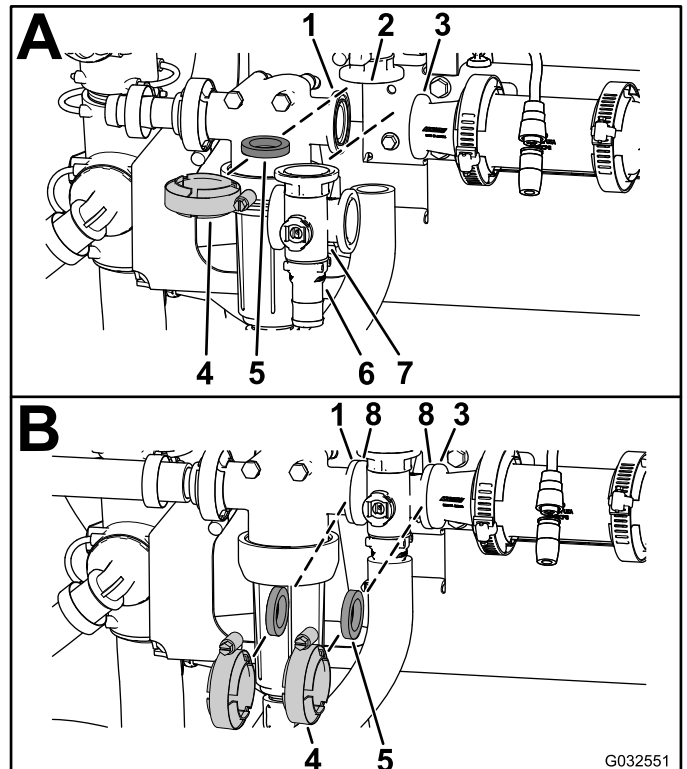

Figura 109
1. Alinhe a flange da válvula de distribuição da agitação, uma junta e a flange da união do tampão do coletor da válvula de agitação (A de **Figura 109**).
2. Monte a válvula de distribuição da agitação, junta e coletor da válvula de agitação com uma abraçadeira bem apertada à mão (A de **Figura 109**).
3. Prenda o conector rápido à união de distribuição ao inserir uma fixação na tomada da união da distribuição (A de **Figura 109**).
4. Alinhe uma junta entre as flanges da cabeça do filtro de pressão e o coletor da válvula de agitação (B de **Figura 109**).
5. Monte a cabeça do filtro de pressão, junta e coletor da válvula de agitação com uma abraçadeira bem apertada à mão (B de Figura 109).
6. Alinhe uma junta entre as flanges do coletor da válvula de agitação e acoplador de redução (B de Figura 109).
7. Monte o coletor da válvula de agitação, junta e acoplador de redução com uma abraçadeira bem apertada à mão (B de Figura 109).